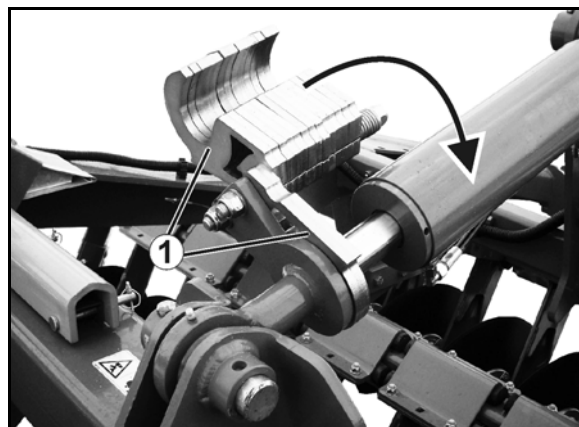

Bild 36
Mekanisk inställning av arbetsdjup genom att ändra antalet distanselement (Bild 36/1) på kolvstången.
Hydraulisk inställning av arbetsdjupet med hjälp av skalan (Bild 36/1).
- Flytta visaren (Bild 36/2) mot 0.
- Flytta visaren (Bild 36/2) mot 12.